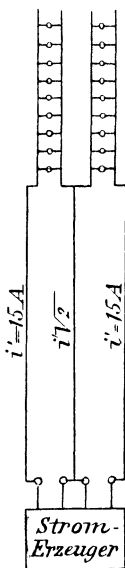

Fig. 136
Werden hingegen nur 3 Leitungen (Fig. 136) verwendet, so fließt in der gemeinsamen Leitung der Strom $i' \sqrt{2} = 15 \sqrt{2}$ und ihr Querschnitt muß $q \sqrt{2}$ sein, damit der Spannungsverlust in beiden Leitungen gleich groß ist. Der Spannungsverlust in einer Phase ist dann nach Formel (89)